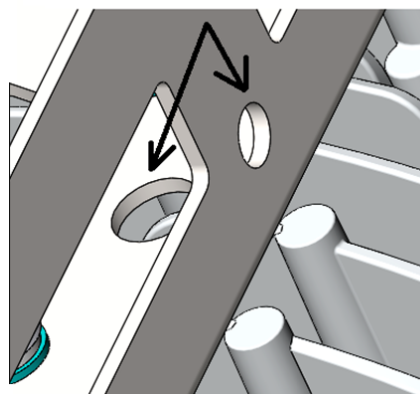

Рис.14
- разъединить коннекторы А. Количество коннекторов может быть от 1 до 3 соответственно количеству драйверов, см. рис.14;